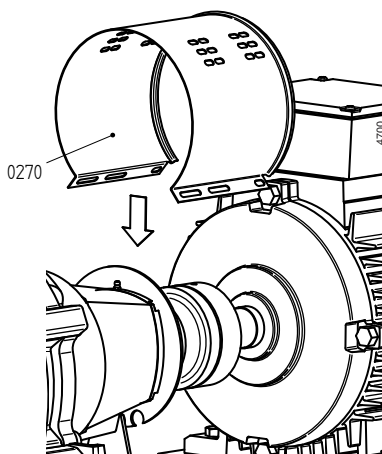

Figura 7: Montarea cămășii pe partea motorului.
- 2 Îndepărtați ambele cămăși (0270). A se vedea figura 7.